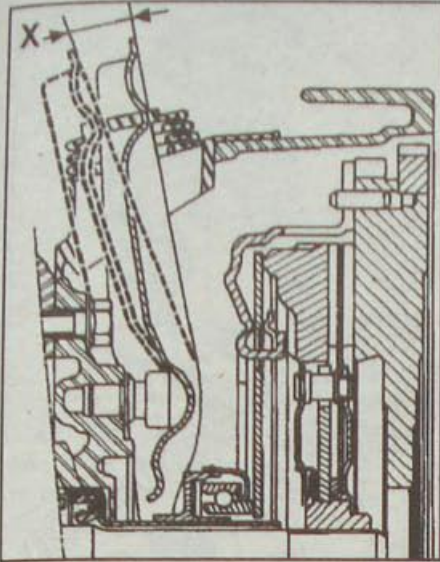

Рис. 6.14. Место измерения хода вилки выключения сцепления:
- После установки силового агрегата на автомобиль проверьте ход вилки выключения сцепления, который должен находиться в пределах 26–28 мм (рис. 6.14).